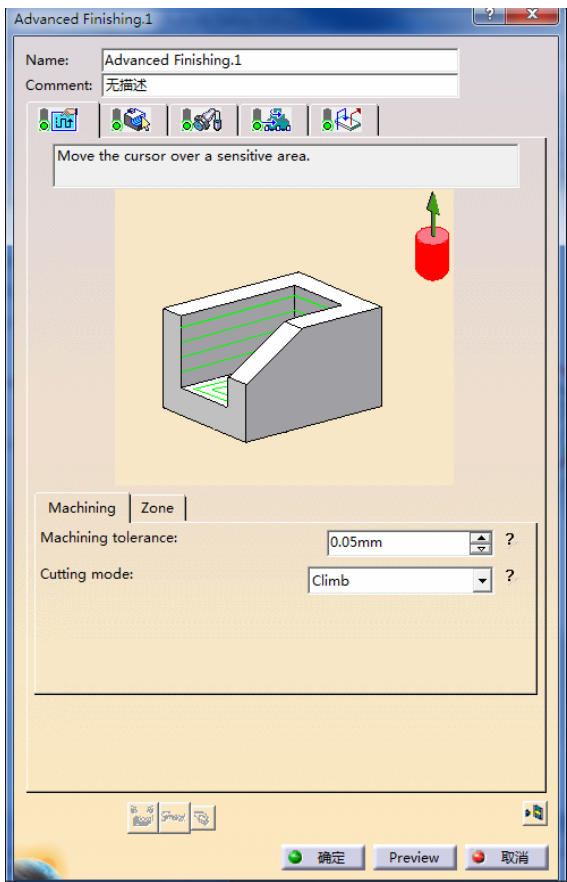

图 3-124 “Machining”选项卡（7）
- 在“Machining”选项卡 (7) 的“Machine tolerance”文本框中输入“0.05mm”，在“Cutting mode”下拉列表中选择“Climb”选项，如图 3-124 所示。